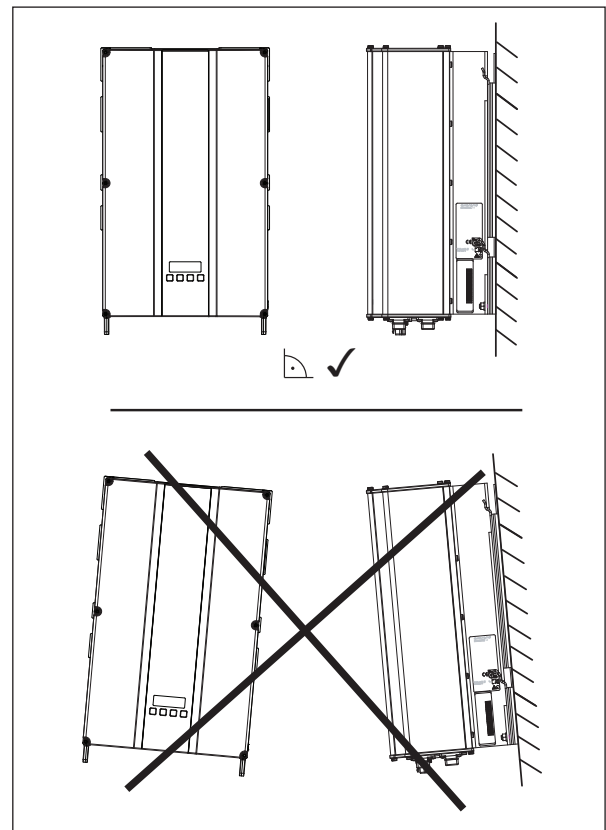

Fig. 7.1: Opsætning
- ▶ Monter solcelleinverteren vertikalt, se Fig. 7.1, S. 24.